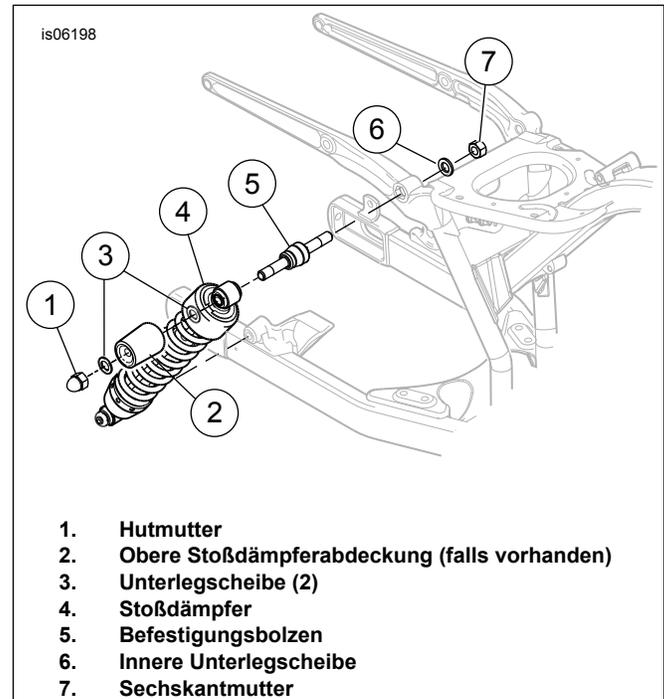
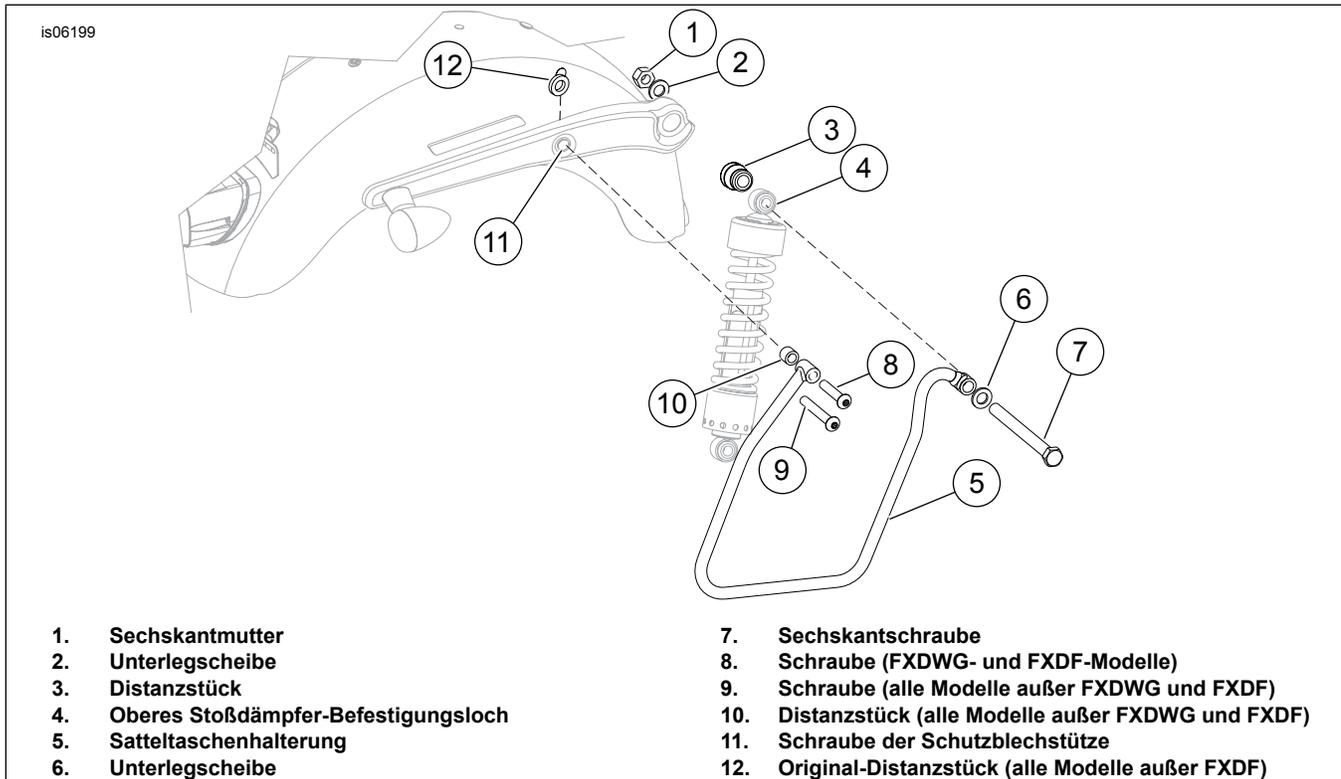

Abbildung 1. Hinterradstoßdämpfer (typisch) entfernen
Abbildung 2. Halterung der Satteltasche einbauen
2. Siehe Abbildung 1. Hutmutter (1), Unterlegscheiben (3), Befestigungsbolzen (5), Unterlegscheibe (6), und Mutter (7) ausbauen. Befestigungsteile entsorgen.
3. **Für alle Modelle außer FXDB- und FXDWG-Modelle:** Obere Stoßdämpferabdeckung (2) (sofern vorhanden) entfernen und aufbewahren. **Für FXDB- und FXDWG-Modelle:** Obere Stoßdämpferabdeckung (2) entfernen und entsorgen.
4. Siehe Abbildung 2. Schutzblech-Befestigungsschraube (11) von der Schutzblechstützenabdeckung entfernen und entsorgen.
5. **Für alle Modelle außer FXDF:** Die Distanzscheibe (12) entfernen. Für den Einbau aufbewahren.
1. Siehe Abbildung 2. Loctite 243 – Threadlocker and Sealant (blau) auf die Gewindegänge der Befestigungsschraube (7) auftragen.
2. Satteltaschenstütze (5) an der Satteltasche (4) mit Mutter (1), Unterlegscheibe (2), Distanzstück (3), Unterlegscheibe (6) und Schraube (7) einbauen.
3. **Alle Modelle:** Loctite 243 – Threadlocker and Sealant (blau) auf die Gewindegänge der Befestigungsschraube (8 oder 9) auftragen. **Für FXDWG-Modelle:** Den hinteren Befestigungspunkt an der Satteltaschenstütze mit der kurzen Halbrundkopfschraube (8) einbauen. **Für FXDF-Modelle:** Den hinteren Befestigungspunkt der Satteltaschenstütze mit der kurzen Halbrundkopfschraube (8) einbauen. Sicherstellen, dass die Original-Distanzscheibe (12) in der korrekten Stellung ist. **Für alle anderen Modelle:** Den hinteren Befestigungspunkt der Satteltaschenstütze mit der langen Halbrundkopfschraube (9) und der Distanzscheibe (10) einbauen.
4. Die obere Stoßdämpferschraube (7) auf ein Drehmoment von 95–115 N·m (75–85 ft-lbs) anziehen.